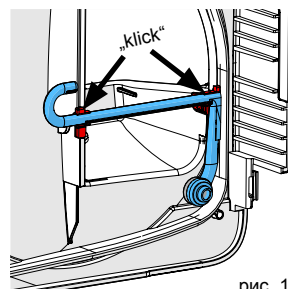

рис. 12
- Снова вставить распыляющую трубку, для этого вставить трубку в оба фиксатора (рис. 12).